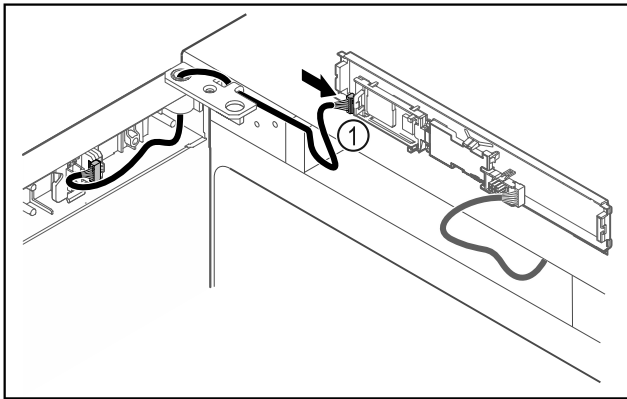

Fig. 48
- ▶ Įkiškite kištuką į plokštę Fig. 48 (1).